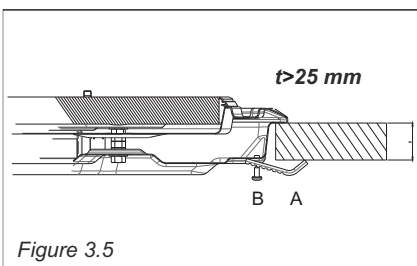

Figure 3.5
- Mettez la plaque de cuisson à l'envers et positionnez les fixations "A". Ces fixations peuvent être positionnées suivant les 2 possibilités indiquées dans les figures 3.5 et 3.6. Ne serrez pas les vis "B".
- Réglez la position des supports "A" et serrez les vis "B" pour fixer la table de cuisson solidement en place (Figure 3.5, 3.6).